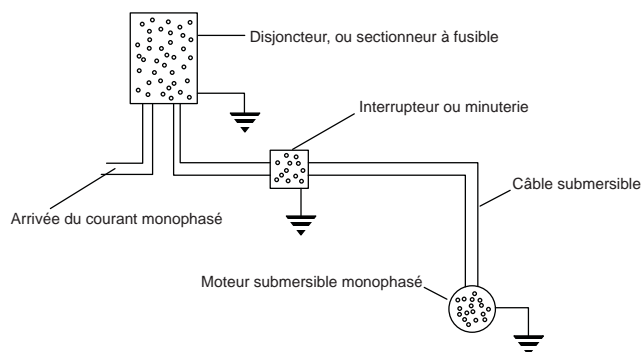

FIGURE 2
3. S'assurer que l'alimentation électrique est coupée, et que le disjoncteur ou sectionneur est ouvert. Réaliser les connexions électriques appropriées pour le moteur. Voir Figure 2, 3 ou 4.
7. Une pompe bifilaire n'a pas besoin de boîte de commande, les composants électriques étant intégrés au moteur. La Figure 2 illustre une installation à liaison bifilaire typique.
3. Poser un pressostat entre la soupape de décharge et le réservoir à pression. Les Figures 2, 3 et 4 illustrent un raccordement adéquat du pressostat.